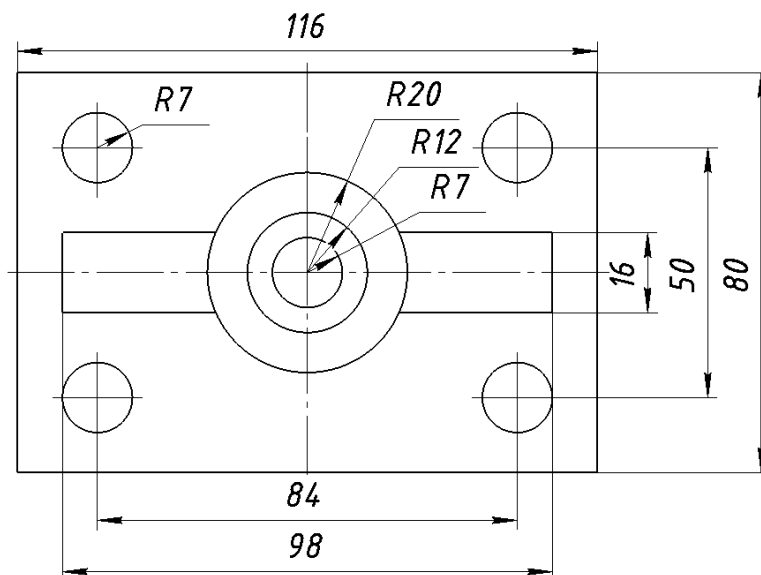

Рисунок 31 – Исходные данные для выполнения задания
Исходными данными для выполнения задания являются изображения детали на главном виде и виде сверху (рисунок 31). При выполнении задания «Разрезы» необходимо использовать несколько взаимосвязанных изображений. В качестве таких изображений выступают виды и разрезы, между которыми должна существовать проекционная связь. Обеспечение проекционной связи при выполнении чертежа в графической системе КОМПАС достигается с помощью использования расширенных команд кнопки «Вспомогательные прямые». Построения с использованием вспомогательных прямых рассмотрены в лабораторной работе № 1. Рекомендуются начинать построения с вида сверху. В этом случае упрощается обеспечение проекционной связи между видами.
3. Постройте вид сверху (рисунок 31).